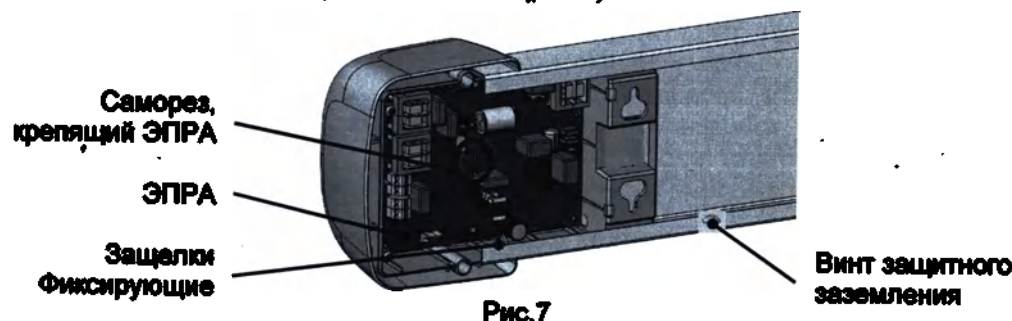

Рис.7
7.5. По окончании срока службы ламп (в зависимости от типа установленных ламп) необходимо произвести замену обеих ламп п.7.6 и провести техническое обслуживание облучателя (очистка узлов от пыли, контроль электрических контактов, крепежных элементов и крепления наконечника провода заземления на корпусе облучателя при помощи винта) (рис.7). При замене ламп необходимо сбросить показания счетчика электронного.
- Отсоединить наконечник провода заземления ХТ4 ЭПРА от основания облучателя, предварительно открутив винт защитного заземления рис.7.
- Открутить саморез, крепящий ЭПРА (рис.7).
- Извлечь ЭПРА из торцевого блока, нажав на фиксирующие защелки (рис.7).
- Зафиксировать ЭПРА саморезом (рис.7).
- Зафиксировать наконечник провода заземления ХТ4 на основании облучателя при помощи винта защитного заземления (рис.7).